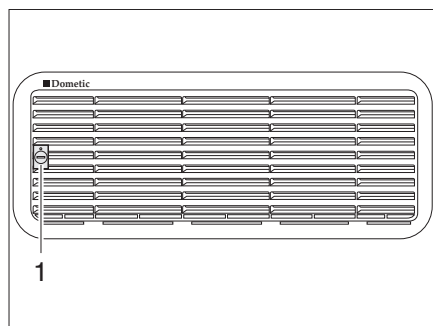
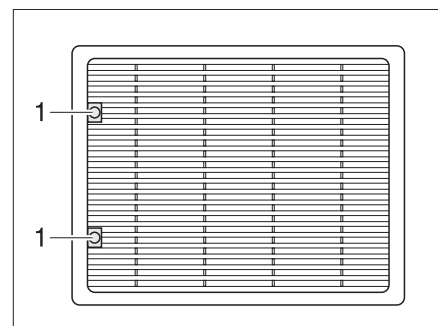

Bild 239 Kühlschrank-Lüftungsgitter (Dometic klein)
Bild 240 Kühlschrank-Lüftungsgitter (Dometic groß)
- Schraube (Bild 239,1 bzw. Bild 240,1) mit Hilfe einer Münze eine viertel Umdrehung drehen.